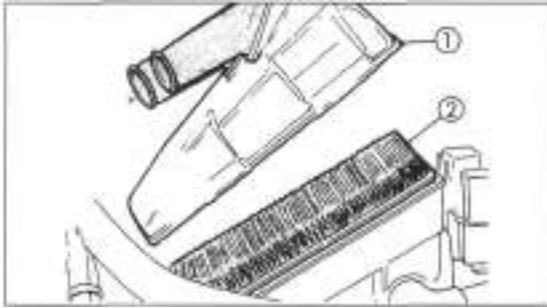

Bild 18
- Elektrodenabstand mit Fühlerlehre messen, er muss 0,6 mm betragen. Gegebenenfalls Mittelelektrode nachfeilen, dann Abstand einstellen (Bild 18).